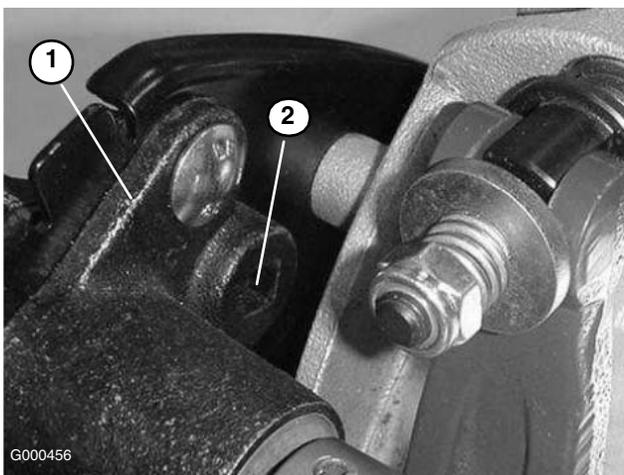

Figura 33
- B. Servindo-se de uma chave de aperto de 3/8 pol., rode a caixa de mancal com uma torção de 4–4,5 Nm para ajustar a tensão da correia (Figura 33).